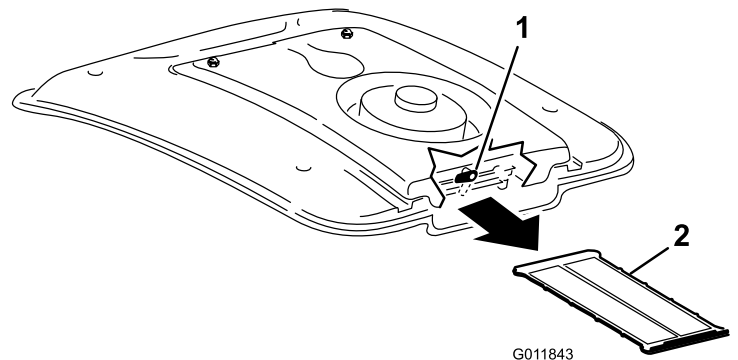

図 105
3. エアコンコイルからスクリーンを引き出す(図 105)。
4. スクリーンを圧縮空気ですていねいに洗浄する(図 105)。
2. ファンマウントの後部についているラッチを上に戻して横向きにする(図 105)。